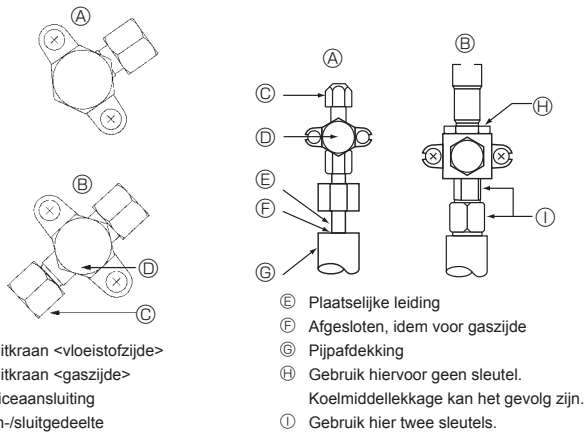

Fig. 4-5
4.4. Luchtdichtheid van de koelstofpijpen testen (Fig. 4-5)
- Controleer of de afsluitkranen ① en ② zijn gesloten en open deze niet.
- Zet druk op de koelstofpijpen via dienstopening ③ van de vloeistofafsluitkraan ①.
- Als de druk in stap (2) of (3) terugloopt, is er een gaslek. Zoek het lek.